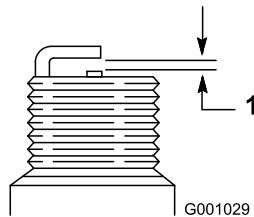

Figure 56
4. Réglez l'écartement des électrodes de la nouvelle bougie à 0,76 mm (0,030 po), comme montré à la Figure 56.